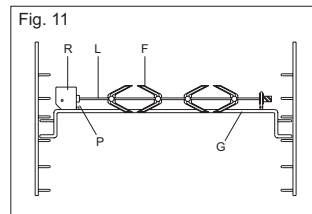

Fig. 11
- Enfiler le poulet ou la pièce à rôtir sur la broche L en prenant bien soin de l'immobiliser entre les deux fourches F et de bien l'équilibrer afin d'éviter des efforts inutiles au moto-réducteur R. (fig. 11).
- Mettre la broche sur le support G, après avoir introduit son extrémité opposée dans le trou P du moteur R (fig. 11).